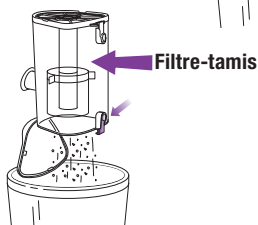

Fig. 22
- 3 Au besoin, tenez la coupelle à poussière à l'envers au-dessus de la poubelle et enfoncez le bouton supérieur de dégagement du panneau. **(Fig. 22)** Tapez doucement la coupelle pour la vider. Utilisez une serviette en papier ou un linge sec pour déloger les débris collés au filtre-tamis dans la coupelle à poussière. Fermez le panneau en appuyant sur celui-ci jusqu'à ce qu'il s'enclenche.